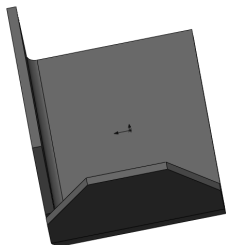

图 10-97 折叠边角剪裁特征
4) 右击钣金零件 FeatureMannger 设计树中的平板型式特征，在弹出的菜单中选择“压缩”命令，或者单击“钣金”控制面板中的（折叠）按钮，使此图标弹起，将钣金零件折叠。折叠边角剪裁特征如图 10-97 所示。